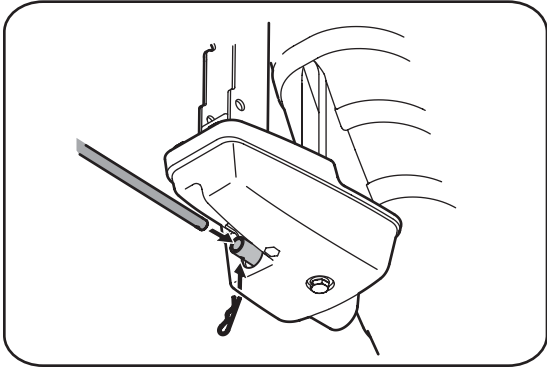

Figure 3-6
- a. Retirez la goupille fendue et insérez la manivelle de commande de la goulotte dans le raccord sur l'ensemble de la commande de la goulotte. Voir la Figure 3-6.